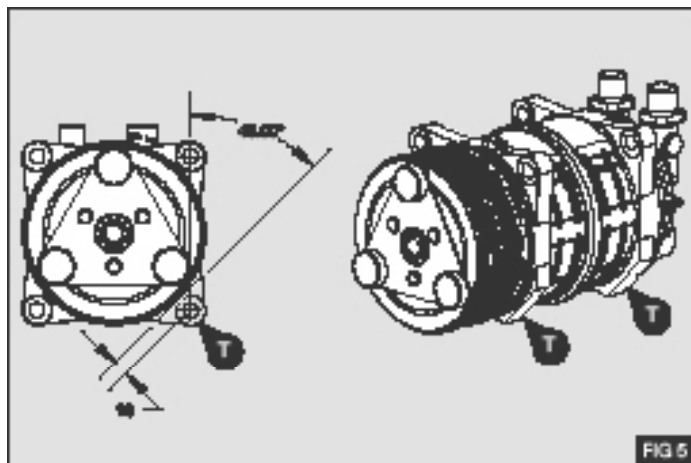

FIG 5
2. Apriete los pernos ③ a 84Nm / 62 lb ft. - Fig 5.